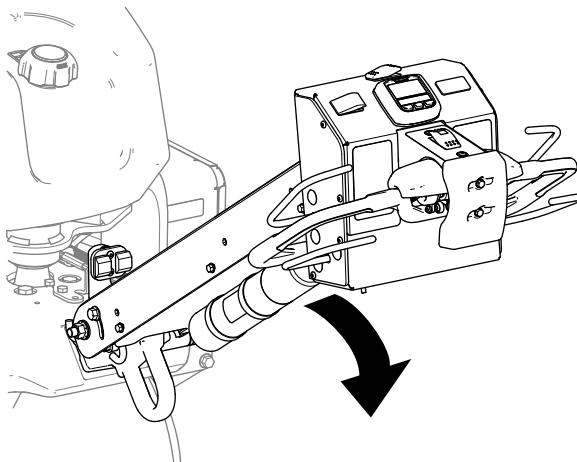

Figura 76
- Baje el manillar para quitar el freno de estacionamiento (Figura 76).